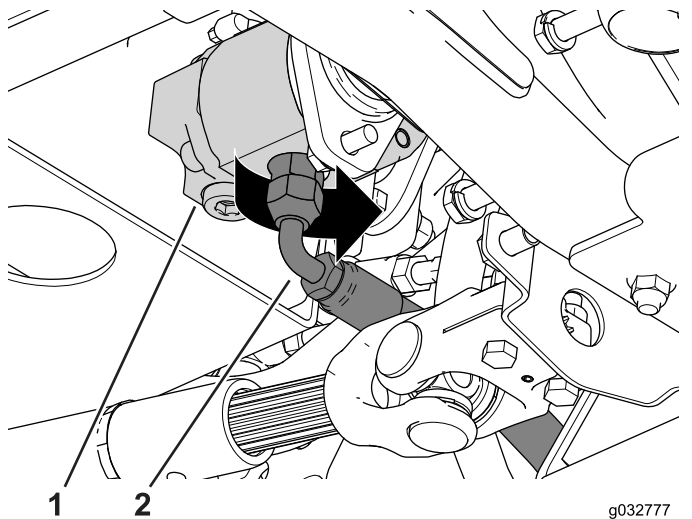

図 122
3. 機体の右側で、ボルト穴同士を整列させてボルトを入れて仮止め状態にする 図 122。
2. ギアポンプについている給液ホース用のフィッティングをゆるめてホースを車体右方向に向ける 図 122。